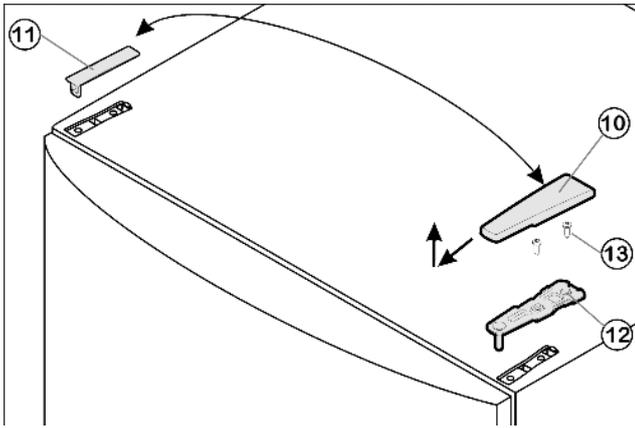

Fig. 4
- ▶ Tirer le cache Fig. 4 (10) vers l'avant et l'enlever par le haut.
- ▶ Retirer le cache Fig. 4 (11).
- ▶ Dévisser la charnière supérieure Fig. 4 (12) (2 x vis Torx 25) Fig. 4 (13) et l'enlever par le haut.
- ▶ Placer le support d'appui supérieur Fig. 4 (12) sur le nouveau côté charnière dans la porte.
- ▶ Visser le support d'appui supérieur Fig. 4 (12) avec un couple de serrage de 4 Nm (2 Torx 25) Fig. 4 (13). Pointer les trous de vissage ou utiliser une visseuse sans fil.
- ▶ Faire encliqueter le cache *Fig. 4 (10)* et le cache *Fig. 4 (11)* du côté opposé.